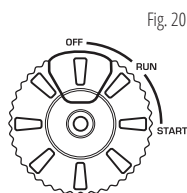

Fig. 20
3. Zet de multifunctionele motorschakelaar in de stand „OFF” (fig. 20).